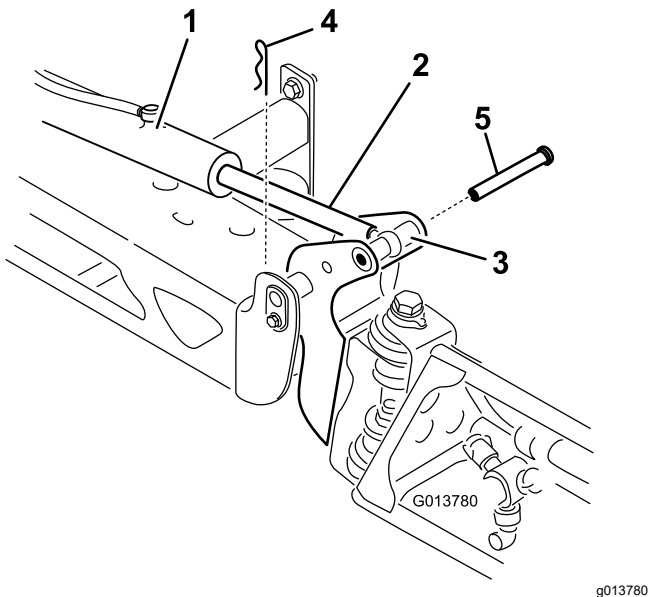

Figura 63
2. Retire la chaveta del pasador de giro (Figura 63).
3. Levante el brazo, retire el pasador (Figura 63), y baje el brazo lentamente al suelo.
9. Sujetando el brazo, introduzca el pasador a través del pivote del brazo y del émbolo del actuador (Figura 63).